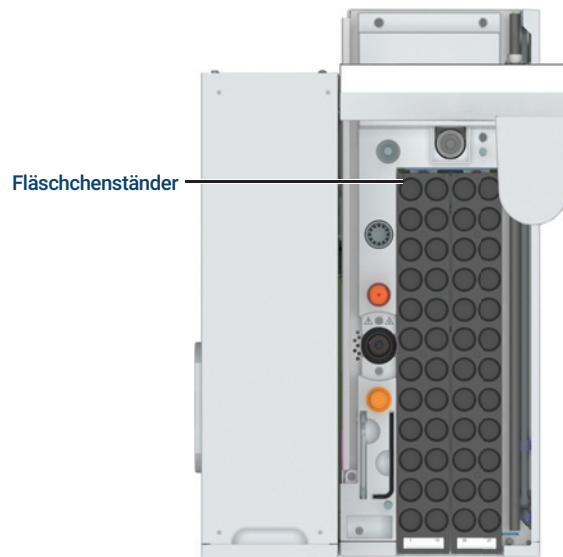

Abb.12. Fläschchenpositionen auf dem Probeteller (Teller für 48 Fläschchen abgebildet, Teller für 120 Fläschchen ähnlich)
- 2 Platzieren Sie die verschlossenen Probenfläschchen nach Bedarf auf dem Probeteller. Siehe **Abbildung 12**.